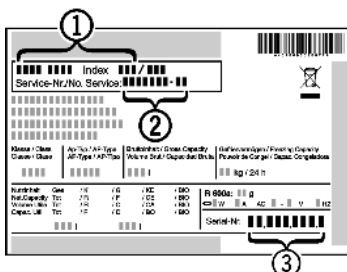

Fig. 17
- Identificați denumirea aparatului Fig. 17 (1), numărul de service Fig. 17 (2) și numărul de serie Fig. 17 (3) pe marca de fabricație. Marca de fabricație se află pe partea stângă în interiorul aparatului.
- Informați serviciul de asistență a clienților și comunicați tipul defecțiunii, denumirea aparatului Fig. 17 (1), numărul de service Fig. 17 (2) și numărul de serie Fig. 17 (3).